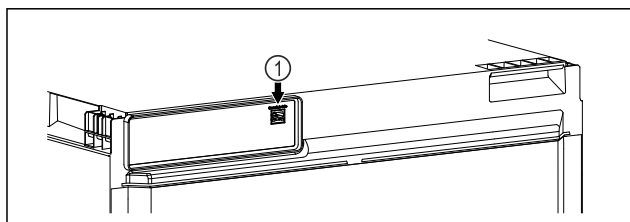

Fig. 26
- ❑ SmartModule Fig. 26 (1) is geplaatst.